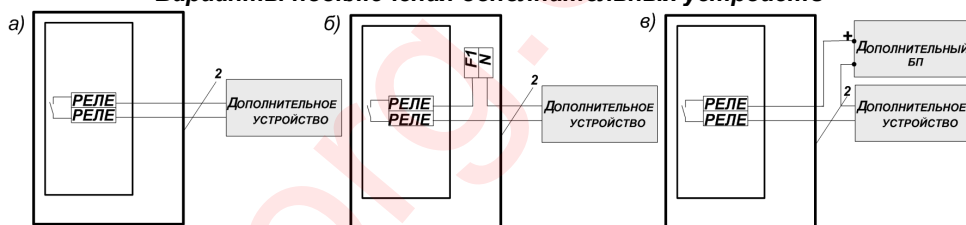

Рис.1
Переход в требуемый режим программирования осуществляется из соответствующего ему режима просмотра (т.е. переход в режим программирования адреса устройства осуществляется только из режима просмотра адреса). Текущий режим программирования индицируется миганием соответствующего светодиода. В режимах «Программирование1», «Программирование2» установки программируются изменением положения DIP-переключателей (см. Рис.1 Приложение В) (например: для активации датчика № 4 «ДАВЛЕНИЕ (ПА) ГАЗА НИЖЕ НОРМЫ» необходимо переключить DIP – переключатель №4). При этом, светодиоды №1-16, соответствующие датчикам №1-16, индицируют перечень датчиков, от которых активируются выходы «Клапан» и «Реле».
4.1 На внутренней стороне передней крышки и задней стенке металлического бокса находится рисунок, изображающий элементы коммутации и управления, которые определяют режим работы изделия. Вид рисунка изнутри приведен в Приложении В, Г к данному руководству (смотри Рис.1 для комплекта пультов «СИГНАЛ-11/2»).
- разметить и просверлить на монтируемой поверхности 4 крепежных отверстия диаметром 8мм в соответствии с Рис.1 Приложения Д;
2.1.2 Механический монтаж пульта «СИГНАЛ-2» следует выполнять аналогично монтажу пульта «СИГНАЛ-11» (разметка крепления указана на Рис.1 Приложения Е)
Электрический монтаж рекомендуется выполнять согласно Рис.1 Приложения В в приведенной ниже последовательности:
2.2.8 Подключить светозвуковой оповещатель охранной сигнализации к клеммам «РЕЛЕ» на плате «184», соблюдая полярность при подключении. Варианты подключения вспомогательных устройств смотри на Рис.1.
2.2.12 Подключить Дополнительные устройства 1/2 соответственно к «СИГНАЛ-11/2». Варианты подключения дополнительных устройств к релейным выходам пультов «СИГНАЛ-11/2» приведены на рис. 1